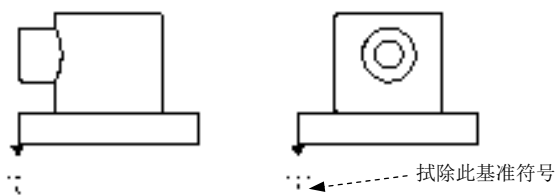

图 5.4.4 基准显示
- (3) 在显示区域中按下 按钮，此时在视图中显示基准，如图 5.4.4 所示。
- (4) 在放置区域中选中 在基准上 单选项，最后单击 **确定(O)** 按钮。
Step5. 视情况将其他视图中不需要的基准符号拭除，如拭除图 5.4.4 中所示的符号。